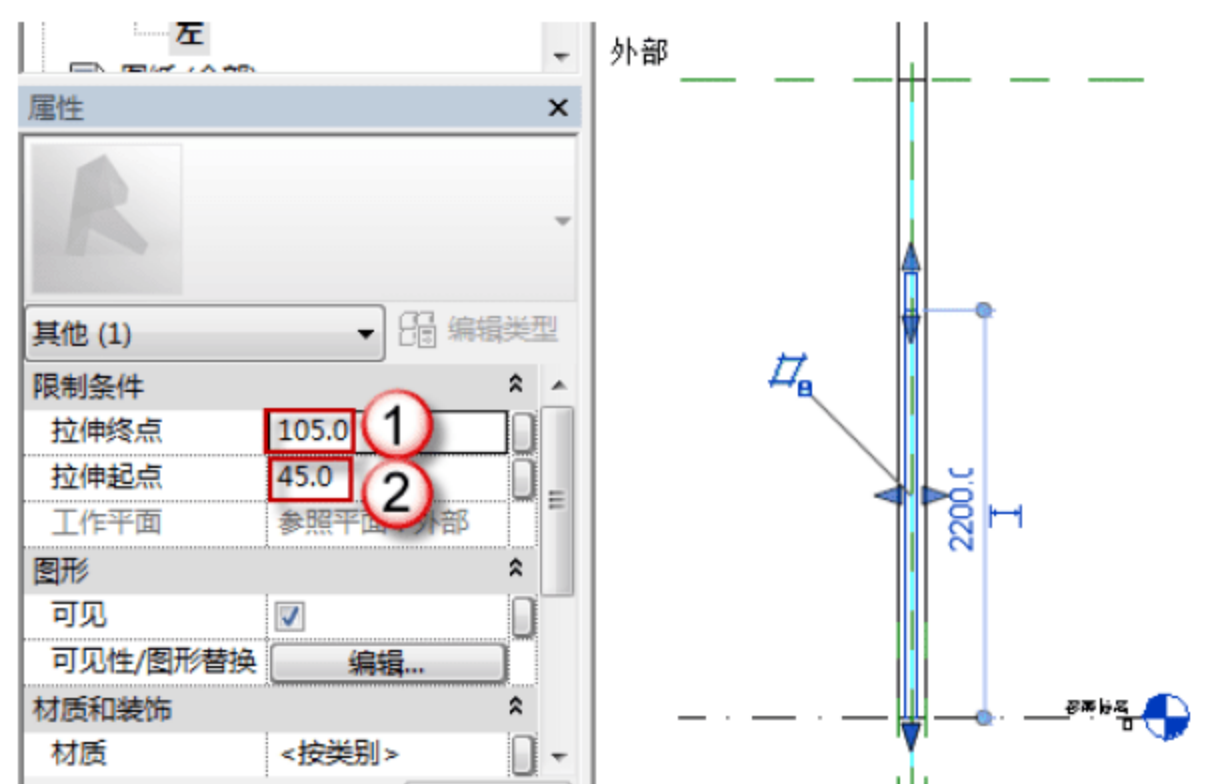

图 6.2.50 修改门框的位置及厚度
(11) 修改 FM1521 乙门框的位置及厚度。选择绘制好的门框，打开“属性”面板，在“拉伸终点”中输入“105”字样，在“拉伸起点”中输入“45”字样，如图 6.2.50 所示。